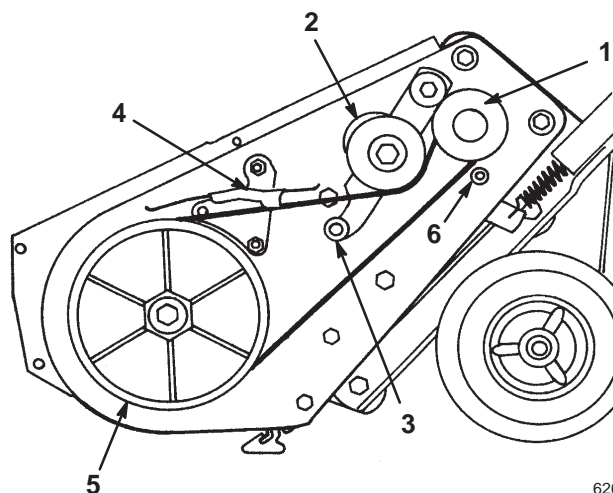

Figure 28
5. Tirez la poulie de tension vers le haut et déposez la courroie d'entraînement usagée de la poulie de turbine, l'ensemble bras de frein et la poulie motrice (Fig. 28).
6. Enroulez la courroie d'entraînement neuve autour de la poulie motrice, sous la poulie de tension, sur le galet, dans l'ensemble frein et autour de la poulie de turbine (Fig. 28).
**Important** La courroie d'entraînement doit passer en haut du galet, comme indiqué à la Figure 28.